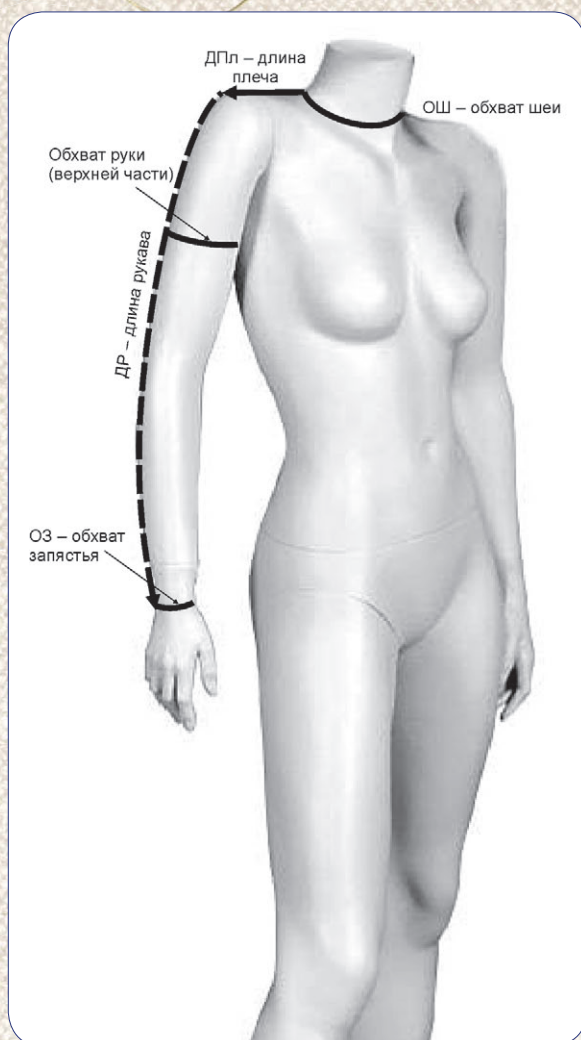

Рис. 5
11. Длина плеча (рис. 5).
12. Длина рукава (рис. 5).
13. Обхват руки (верхней части) (рис. 5).
14. Обхват шеи (рис. 5).